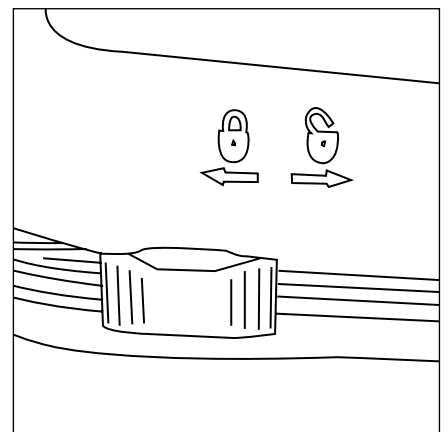

Figura 7
3. Coloque la tapadera de la cámara en la base de la misma y deslice los seis pestillos hasta colocarlos en la posición de bloqueo (🔒) (**Figura 7**). Inspeccione el anillo estanco y verifique que sella correctamente.